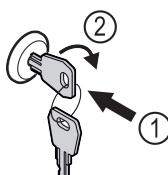

Fig. 176
- Вдавити ключ. Fig. 176 (1)
- Повернути ключ на 90° за годинниковою стрілкою. Fig. 176 (2)